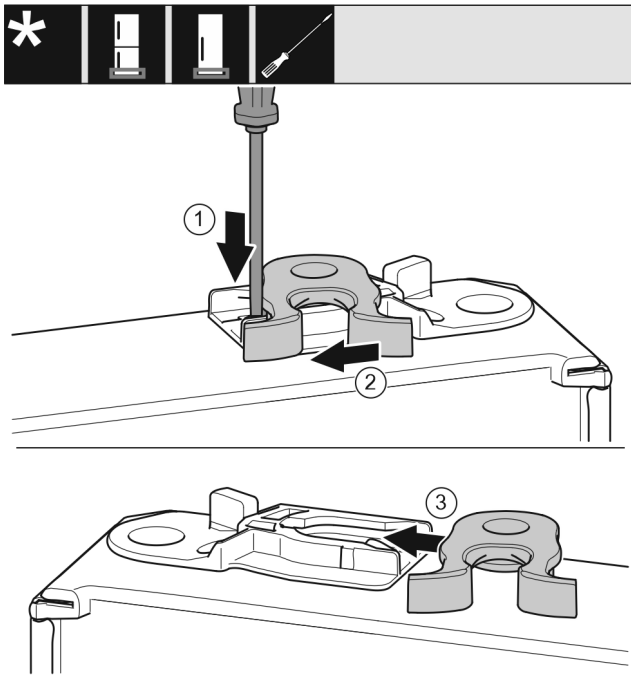

Fig. 23 *
- ▶ Strip Fig. 23 (1) met een platte schroevendraaier omlaag drukken.*
- ▶ Sluithaak Fig. 23 (2) uit de geleiding trekken.*
- ▶ Sluithaak Fig. 23 (3) aan andere zijde in geleiding schuiven.*